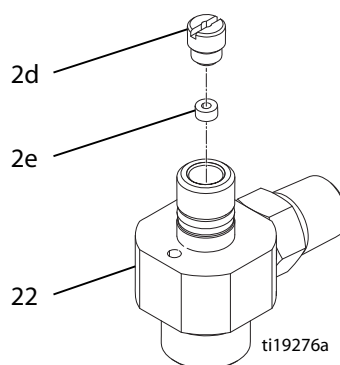

Рис. 11
- Слегка смажьте внутренние полости корпуса подачи жидкости (22). Установите небольшое уплотнение (2e) таким образом, чтобы кромки были направлены в полость корпуса подачи жидкости. Установите фиксатор уплотнения (2d) и затяните с усилием 3,4–4,5 Н·м (30–40 дюймофунтов). См. Рис. 11.